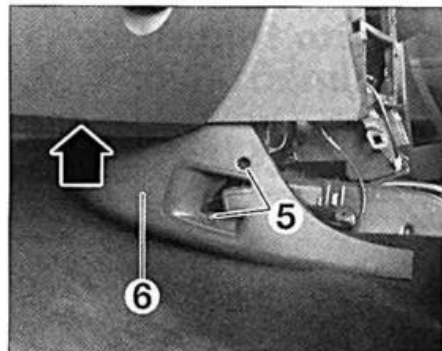

FIG. 12
- Desmontar la guarnición inferior (flecha) debajo del salpicadero (fig. 12).
- Separar la consola de suelo para acceder a los tornillos (5) y desmontarlos.